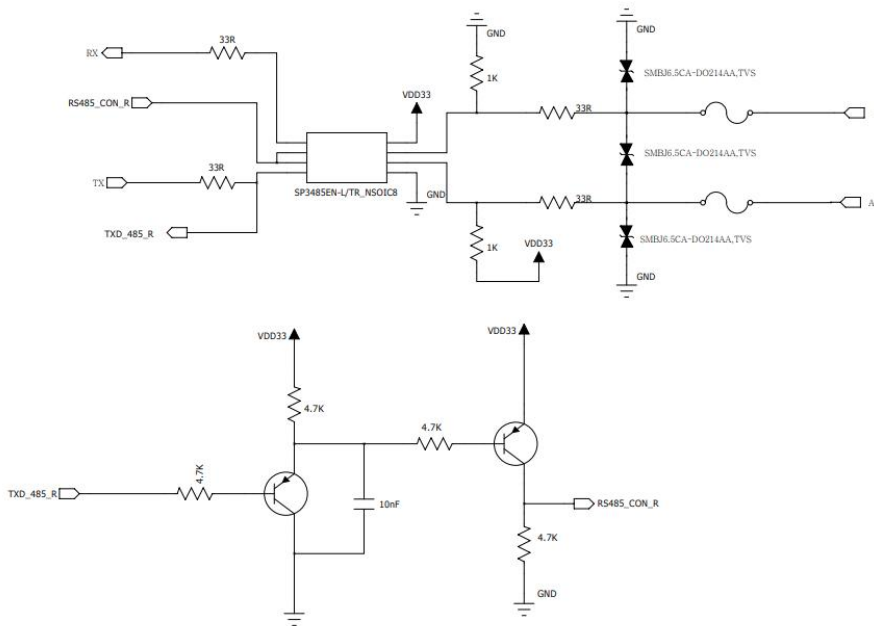

图 6-2 F8L10A 与工控机 RS485 连接的参考电路
2. 工控机作为上位机：F8L10A 与工控机通过 RS485 总线相连，需要使用电平转换芯片进行电平转换（如 SP3485），如图 6-2 所示。